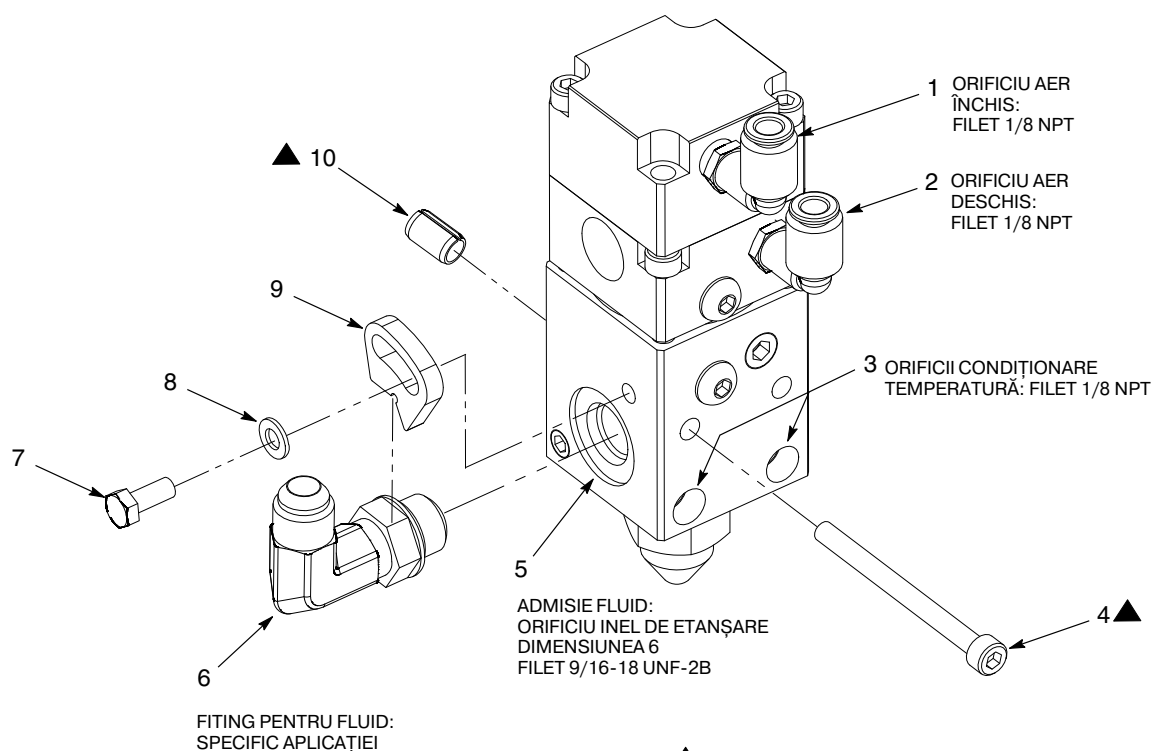

Figura 5 Montarea obișnuită independentă (este prezentată supapa de dozare condiționată de temperatură XD)
1. A se vedea Figura 5. Introduceți știfturile de centrare (10) în supapa de dozare.
2. Montați supapa de dozare în suporturile respective cu ajutorul șuruburilor (4). Strângeți șuruburile la 60 in.-lb (6,7 N•m).
- a. Demontați șurubul (7), șaiba (8) și dispozitivul de blocare a rotației (9) de la supapa de dozare.
- b. Montați fittingul pentru fluid respectiv (6) în portul de admisie a fluidului (5) și strângeți bine.
- c. Montați dispozitivul de blocare a rotației (9) pe fittingul pentru fluid (6) folosind șaiba (8) și șurubul (7). Strângeți bine șurubul.